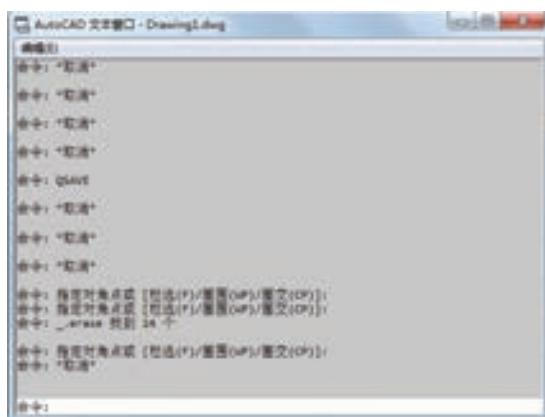

图 2-18 文本窗口
- 3) 对当前命令行窗口中输入的内容，可以按〈F2〉键用文本编辑的方法进行编辑，如图 2-18 所示。AutoCAD 文本窗口和命令窗口相似，它可以显示当前 AutoCAD 进程中命令的输入和执行过程，在执行 AutoCAD 某些命令时，它会自动切换到文本窗口，列出有关信息。